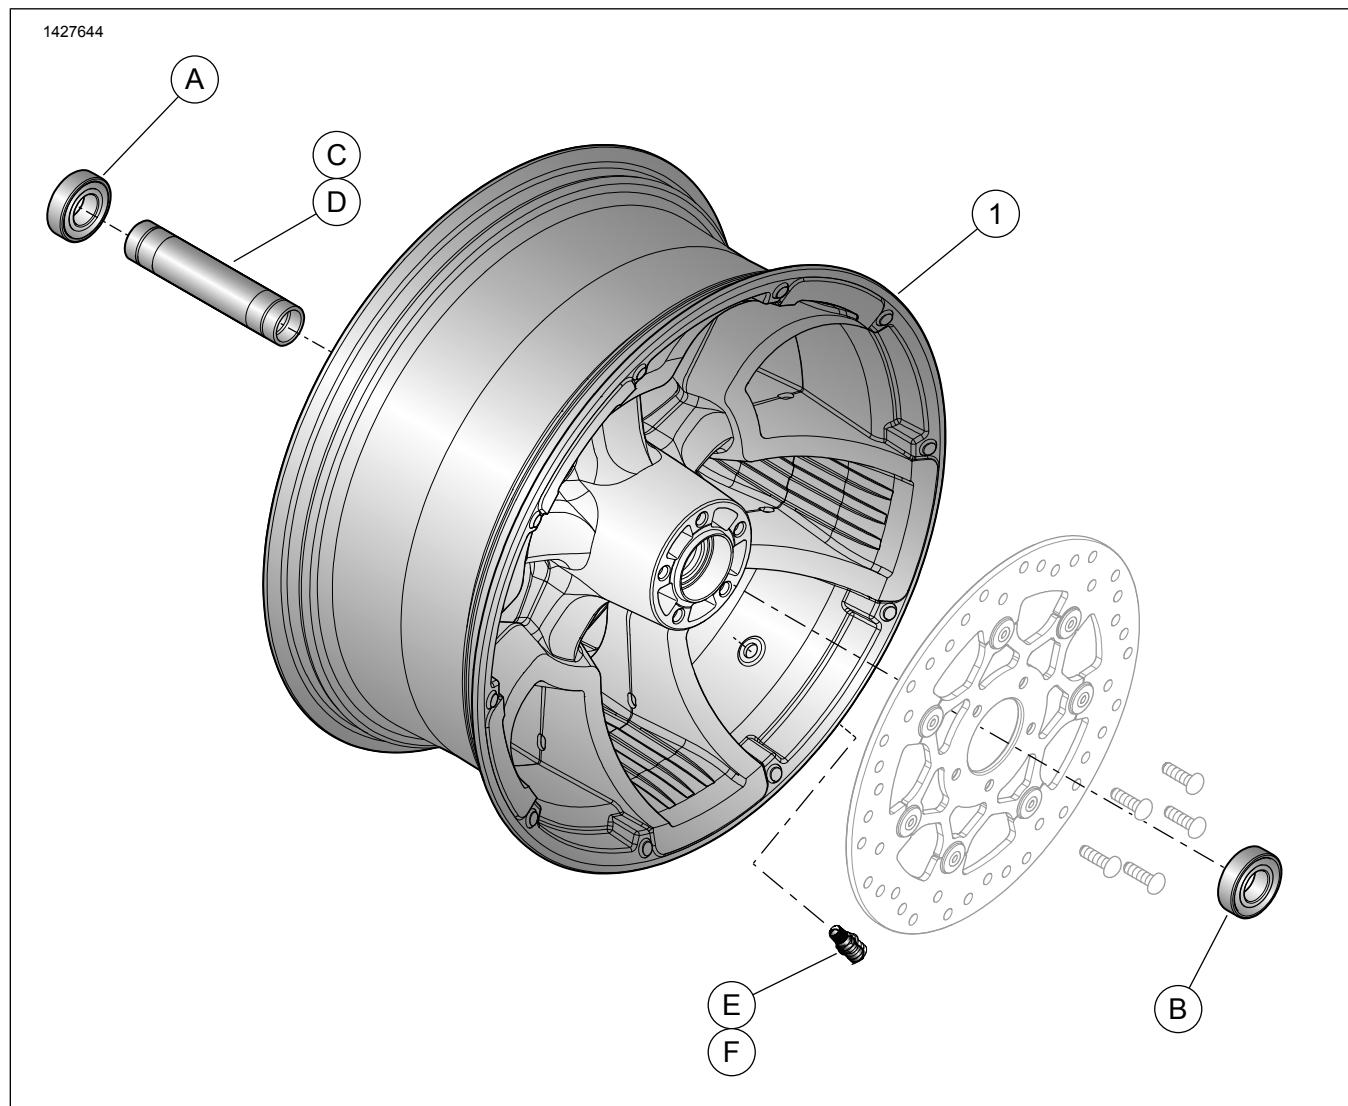

Figure 1. Pièces de rechange : Roues arrière (16 pouces illustrée)
Voir Figure 1 et Tableau 3.
2. Figure 1 Poser l'ensemble de tige de valve sur la roue. Voir PNEUS dans le manuel d'entretien.